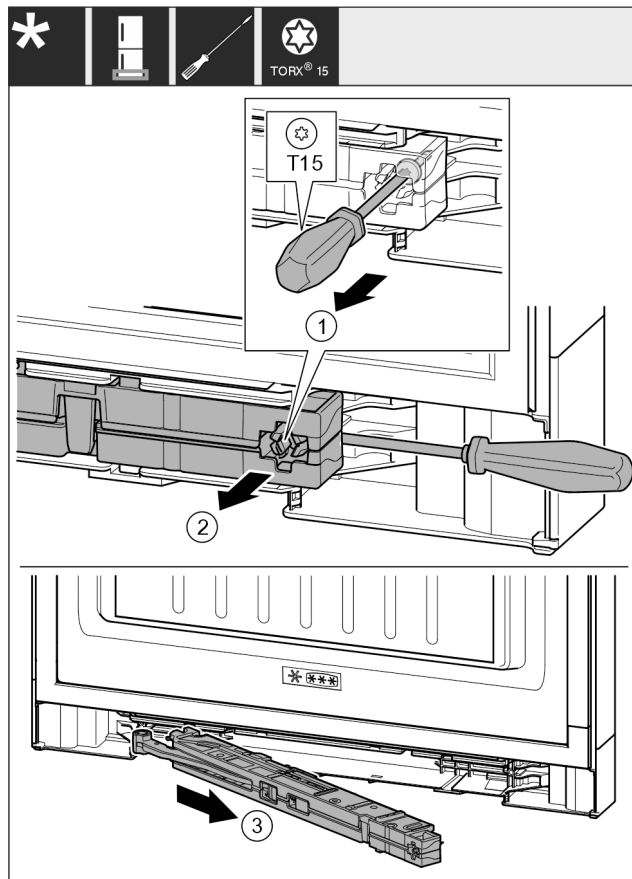

Fig. 20
- Desserrer la vis Fig. 20 (1) de l'unité d'amortissement de fermeture au moyen d'un tournevis 14 mm.
- Décrocher l'unité d'amortissement de fermeture Fig. 20 (2) côté poignée vers l'avant avec un tournevis.
- Retirer l'unité d'amortissement de fermeture Fig. 20 (3).